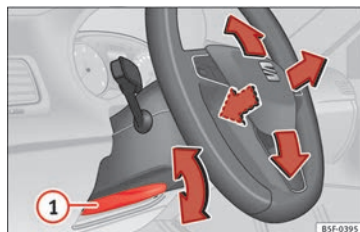

Fig. 13 Levier sur la partie inférieure latérale gauche de la colonne de direction.
• Régler la position du volant : tirez le levier **» fig. 13 1** jusqu'en bas, déplacez le volant sur la position désirée puis remontez le levier en position de verrouillage.